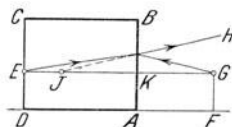

Fig. 123.
b) Bringe auf der einen lotrechten Fläche der Glasplatte eine Marke (Dreieck aus gummiertem Papier oder Siegellacktropfen) an. Diese Marke  $E$  (Fig. 123) soll ungefähr in Stecknadelhöhe über der Kante  $D$  liegen.  $ABCD$  ist ein lotrechter Schnitt durch die Glasplatte.